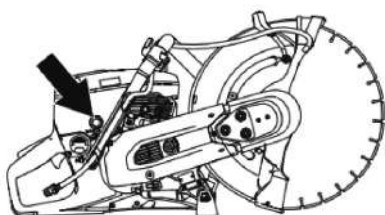

Рис. 16
4. Нажмите на кнопку ручного топливного насоса (праймера) не более 6 раз, пока топливо не начнет заполнять диафрагму. Диафрагма не должна быть полностью заполнена (рис.16).